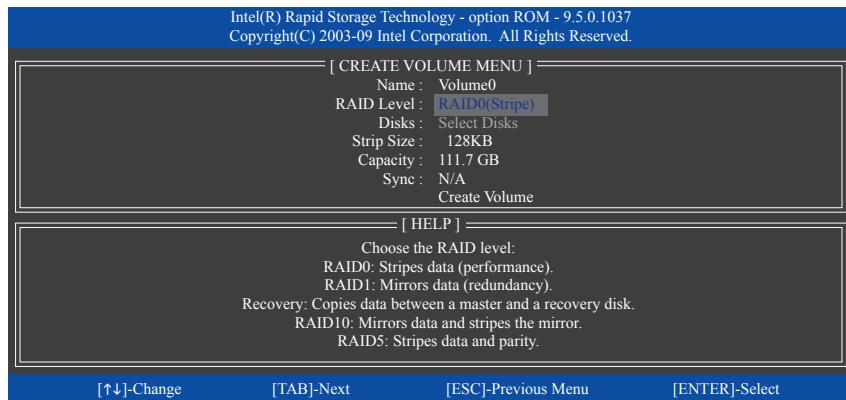

図 4
**CREATE VOLUME MENU** スクリーンに入った後、**Name** アイテムの下で 1~16 文字 (文字に特殊文字を含めることはできません) のボリューム名を入力し、<Enter> を押します。次に、RAID レベルを選択します (図4)。サポートされる RAID レベルには RAID 0、RAID 1、Recovery (リカバリ)、RAID 10、RAID 5 が含まれます (使用可能な選択は、取り付けられているハードドライブの数によって異なります)。<Enter> を押して続行します。